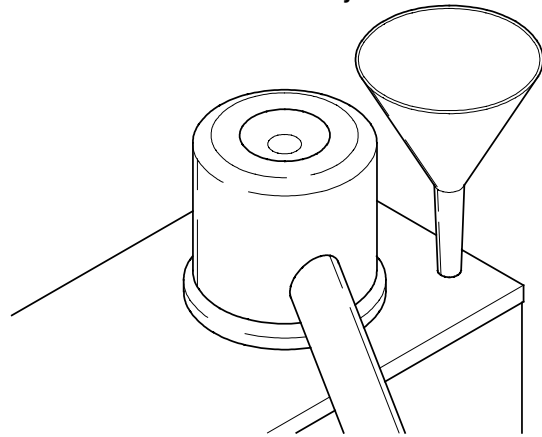

Fig. 8
- Giet met behulp van de bijgeleverde trechter water in het ontsteningsgat (fig. 8). Bij B5 en B10 1,5 l, bij B20 3,5l en bij B40 4,5l.
6. Haal het stopje uit de vulopening boven op de zuil. Giet deze ontkalkingsoplossing met behulp van de bijgeleverde trechter in de vulopening (zie fig. 8).